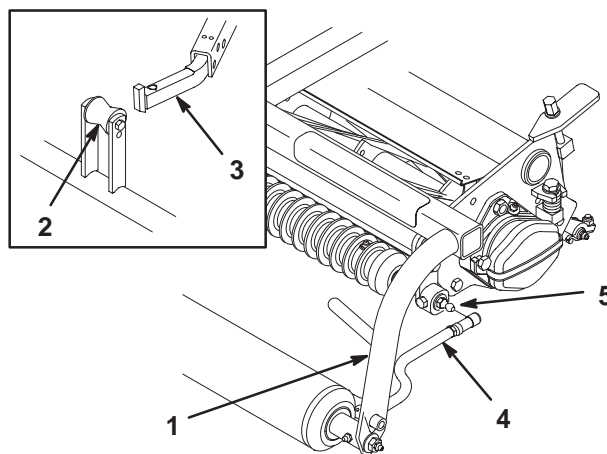

Bild 12
- Bringen Sie an jedem Ende der vorderen Walze der Mähwerke jeweils eine Scheibe und einen Kugelbolzen an (Bild 12).
3. Schieben Sie das Mähwerk unter das Zuggestell, während Sie die Hubwalze am Hubarm einhaken (Bild 12).
4. Schieben Sie die Hülse am Kugelgelenk zurück und drehen die Zugarme so nach unten, dass der Innensechskant über den Kugelbolzen passt. Lösen Sie die Hülse, so dass sie über den Bolzen geht und die Baugruppen miteinander verbindet (Bild 12).